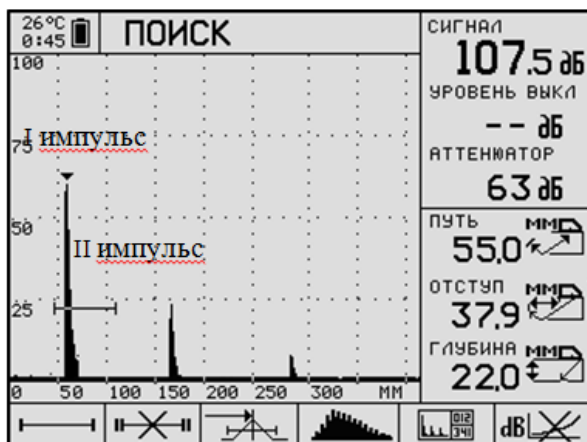

Рисунок 5.3 – Вид экрана, на котором видны первые два эхосигнала точки выхода луча и стрелы ПЭП по СО-3
5.2.3 Перемещайте ПЭП «вперед-назад» по СО-3 вокруг его геометрического центра. Регулировкой чувствительности (кнопками LEVEL) и предела развертки (кнопками RANGE) установите на экране картину, в которой видны первые два эхосигнала (рис. 5.3).
5.3.3 Запишите значение Z1 пути по лучу I импульса (рис. 5.3), индицируется справа под надписью «путь»).